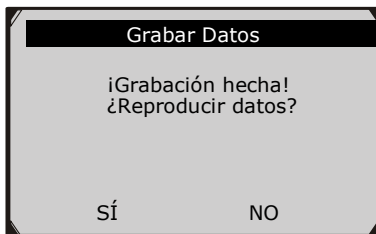

Figura 5.27
- 8) La herramienta de escaneo sigue grabando los datos de PID hasta que el usuario presione el botón **ESC**, la ubicación de la memoria está llena o completa la grabación. Un mensaje solicitando reproducir los datos aparece en la pantalla. (Figura 5.27)